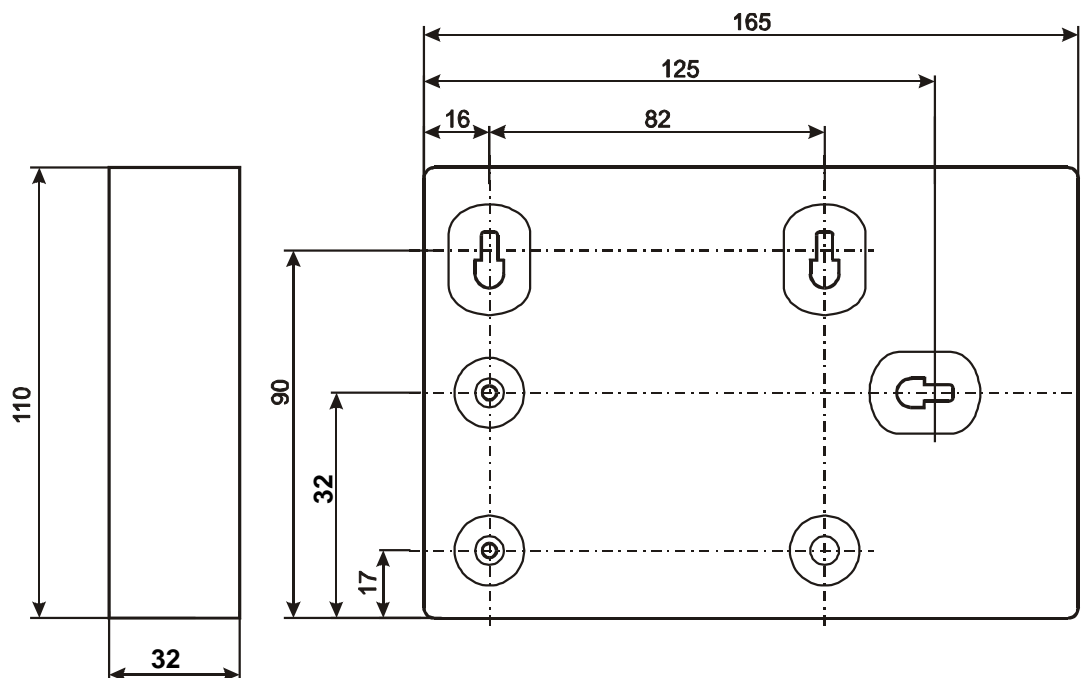
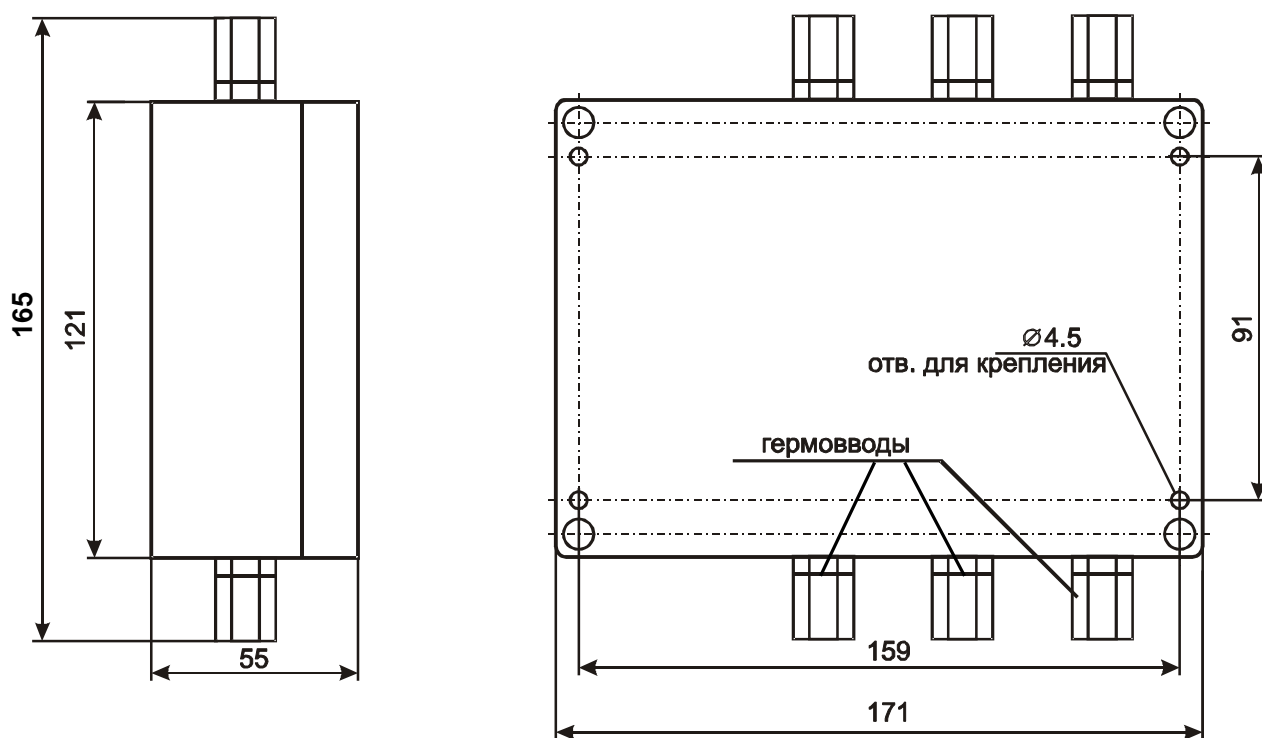

Рис. 3 Внешний вид и габаритные размеры СК-01 в исп. IP20
Рис. 4 Внешний вид и габаритные размеры СК-01 в исп. IP65
- IP20 - для применения в обогреваемых помещениях (Рис. 3);
- IP65 – для применения в условиях повышенной запыленности, влажности или пониженной температуры окружающей среды (Рис. 4).
5.1. Внешний вид и габаритные размеры СК в различных исполнениях показаны на Рис. 3 и Рис. 4.